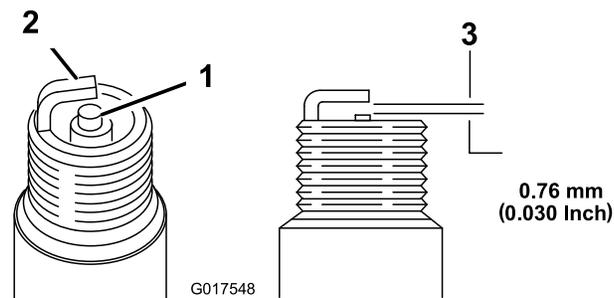

Figura 22
5. Impostate la distanza tra gli elettrodi a 0,76 mm (Figura 22).